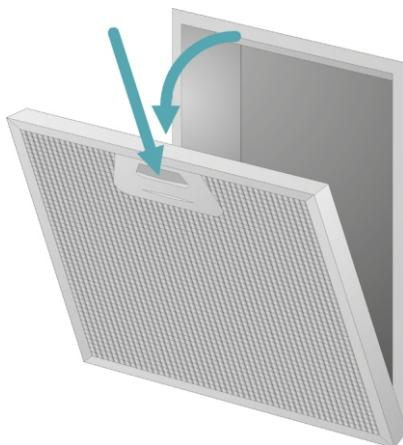

Рис.12 Снятие алюминиевого жироулавливающего фильтра
1. Нажмите на защелки на жироулавливающем фильтре и снимите фильтр. (Рис. 12)